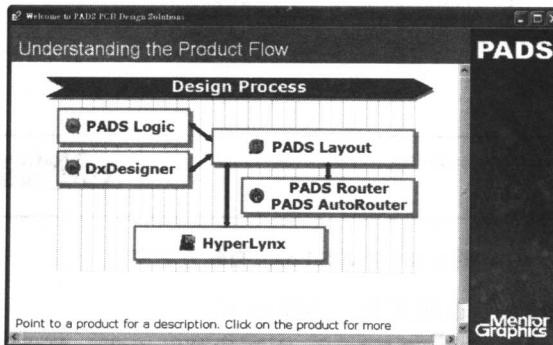

图 1-16 设计流程说明窗口
- PADS Design Flow 选项提供 PADS 设计流程的说明，单击此选项即可打开 PADS 设计流程说明窗口，如图 1-16 所示，还可在其中指定进一步的说明。